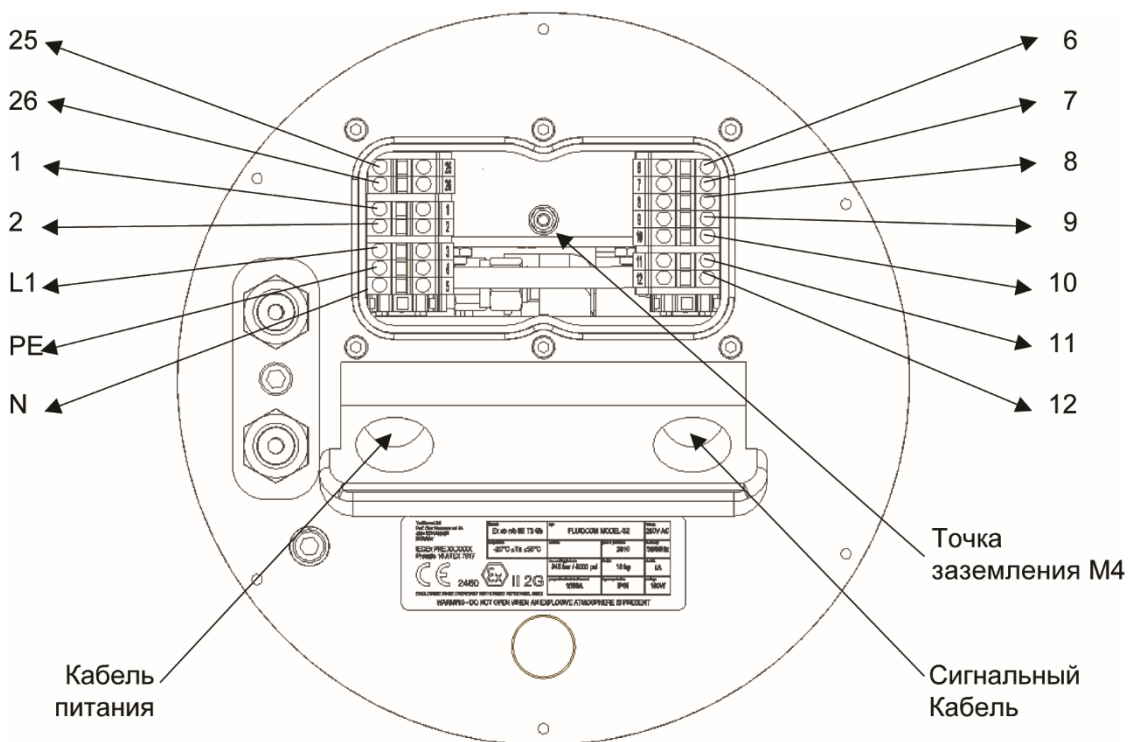

Рисунок 4.3: Подсоединение внешних кабелей
Линия заземления оборудования (PE) подключается к внутренней клемме заземления (ср. Табл. 4.1 и Рис.4.3)
Можно использовать и кабельные вводы для небронированного кабеля. В этом случае используйте клемму PE для заземления кабеля питания. Точку заземления M4 следует использовать для сигнального кабеля (см. ниже Рисунок 4.3).
В Таблице 4.1 представлен перечень клемм для подсоединения внешних проводов. Используйте Рисунок 4.3 для справки.
- используйте левый кабельный ввод как вход для кабеля питания (см. Рисунок 4.3).
- Используйте кабельные вводы для бронированных кабелей (Ex d) и затяните кабельный ввод должным образом, чтобы обеспечить надежный контакт брони кабеля с точкой заземления (PE).
- Используйте правый кабельный ввод как вход сигнального/управляющего кабеля (см. Рисунок 4.3).
- Броню кабеля подсоедините к точке заземления M4 (см. Рисунок 4.3).
- Затяните кабельный ввод должным образом, чтобы обеспечить надежный контакт брони кабеля с защитным заземлением (PE).